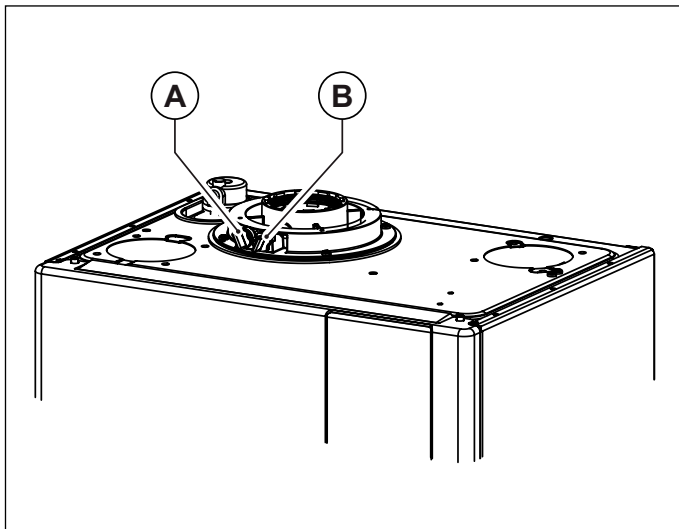
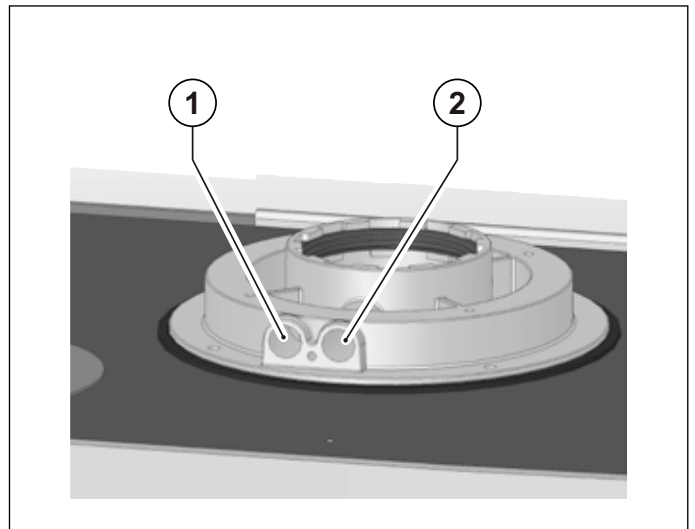

Fig. 21 Posizione tappi
Fig. 22 Posizione fori
La caldaia è provvista di una torretta per il collegamento della tubazioni di aspirazioni aria/scarico fumi (vedi Fig. 21 Posizione tappi e Fig. 22 Posizione fori).
Nella torretta sono stati predisposti dei fori per l'accesso diretto all'aria comburente ed allo scarico dei fumi (vedi Fig. 21 Posizione tappi).
Prima di effettuare le misurazioni togliere i tappi **A** e **B** dai fori predisposti sulla torretta (vedi Fig. 21 Posizione tappi).
- misura dell'aria comburente prelevata nell'apposito foro **1** (vedi Fig. 22 Posizione fori).
- misura della temperatura fumi e della CO₂ prelevata nell'apposito foro **2** (vedi Fig. 22 Posizione fori).